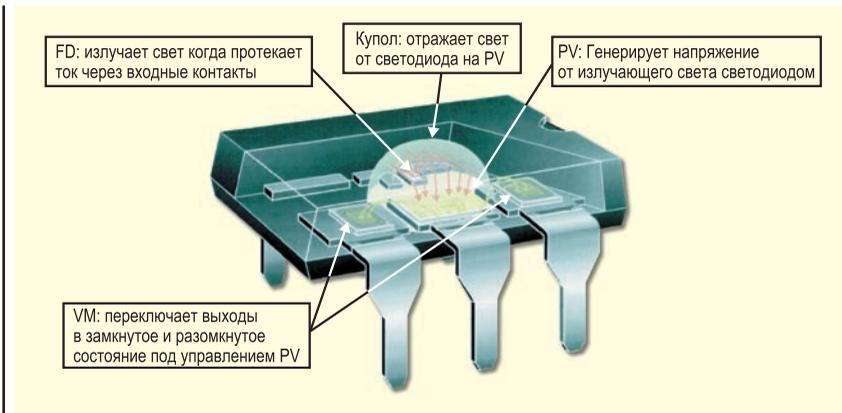

Рисунок 1 Внутренняя структура твердотельного реле Clare
OptoMOS технология Clare использует полупроводниковую технологию, обеспечивающую изоляцию слабо-сигнальных переключающих решений. OptoMOS одиночное твердотельное реле включает в себя три основные функциональные схемы, использующие четыре дискретных полупроводниковых чипа (см. рис. 1). Входная схема №1 содержит один чип светодиод (FD), преобразующий входной управляющий ток в инфракрасное (ИК) излучение. Инфракрасный свет затем, пройдя некоторое расстояние в корпусе реле, преобразуется в интегрированной матрицей (схема №2) фотогальванических ячеек (ФЯ) в напряжение, требуемое для управления встроенными МОП транзисторами (схема №3), переключающими нагрузку.
ИК излучение от чип светодиода, отраженное от купола (см. рис. 1) поступает на чип ФЯ (PV) через прозрачный диэлектрический материал, без теплопередачи и ухудшения сопротив-